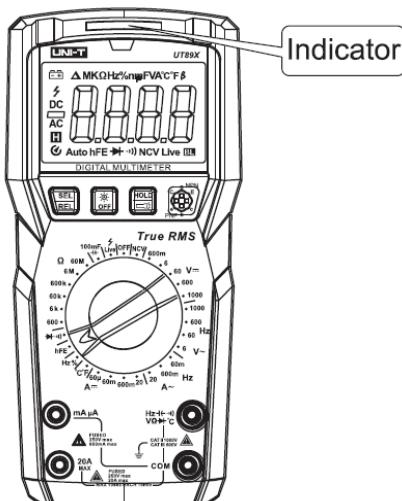

Рисунок 11
9.9 Измерение hFE транзисторов (Рисунок 11)
- Установите транзистор в гнездо $\frac{\text{B}}{\text{E}}\frac{\text{NPN}}{\text{PNP}}$: база (B), эмиттер (E) и коллектор (C) (тип PNP или NPN). Тестер покажет примерный коэффициент усиления.